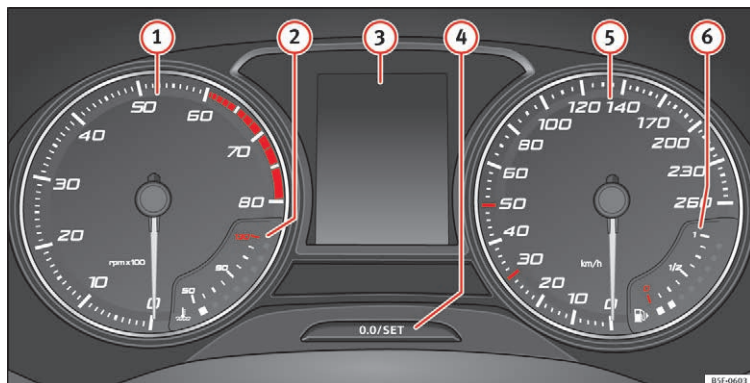

Fig. 120 Kombiinstrumentets display i instrumentpanelet
Supplerende informationer vedr. instrumenterne »» **Fig. 120:**
Omdrejningstælleren viser motoromdrejningstallet pr. minut » **Fig. 120 ①**.
Omdrejningstællernålen ① » **Fig. 120** må kun stå i det røde område et øjeblik, ellers er der risiko for motorskade.
I kombiinstrumentets display » **Fig. 120 ③** kan der alt efter bilens udstyr blive vist forskellige informationer, når tændingen tilsættes:
- Tryk et kort øjeblik på knappen » **Fig. 120 ④** for at nulstille triptælleren.
- Hvis du trykker på knappen ④ og holder den inde i 3 sek., bliver den sidste værdi vist.
- Når klokkeslættet skal indstilles, skal du trykke knappen » **Fig. 120 ④** og holde den inde i mere end 3 sek. for at indstille timerne eller minutterne.
- Tryk på det øverste eller det nederste område på knappen ④ for at indstille yderligere. Hold knappen inde for at bladre hurtigt.
- Tryk på knappen ④ igen for at afslutte indstillingen af klokkeslættet.
Tryk på knappen » **Fig. 120 ④** i mere end 15 sek. for at få vist bilens motorbogstaver. I den forbindelse skal tændingen være tilsluttet, og motoren skal være standset.
Kølevæsketermometret **②** » **Fig. 120** virker kun, når tændingen er tilsluttet. For at undgå motorskader skal du overholde følgende anvisninger vedr. temperaturområderne.